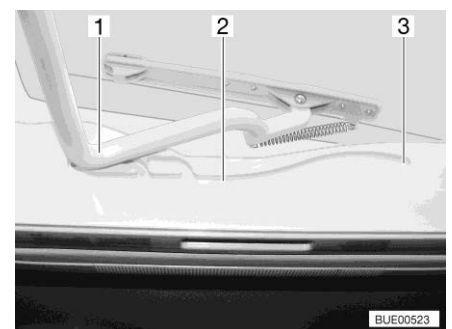

Fig. 109 Glissière (lanterneau Heki)
- Tirer l'étrier (Fig. 109,1) dans les glissières (Fig. 109,2) jusque dans la position la plus reculée (Fig. 109,3).
- Pousser l'étrier (Fig. 109,1) légèrement vers le haut avec les deux mains.
- Tirer l'étrier dans les glissières (Fig. 109,2) jusqu'à la position souhaitée.